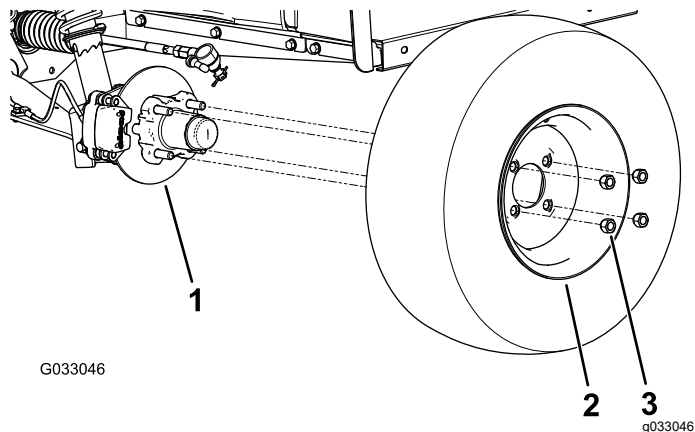

Figura 30
2. Togliete i 4 dadi a staffa che fissano la ruota al mozzo (Figura 30).
4. Allineate i fori sulla ruota ai prigionieri del mozzo e montate la ruota sul mozzo con lo stelo della valvola rivolto all'esterno (Figura 30).
5. Fissate la ruota al mozzo utilizzando i dadi per le ruote (Figura 30).